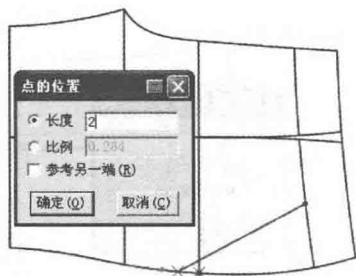

图 7-94 画贴袋步骤 1
(22) 贴袋位置。
① 选择  【智能笔】工具在腰头下口线的二分之一处与侧缝线臀围 2cm 相连(图 7-94)。